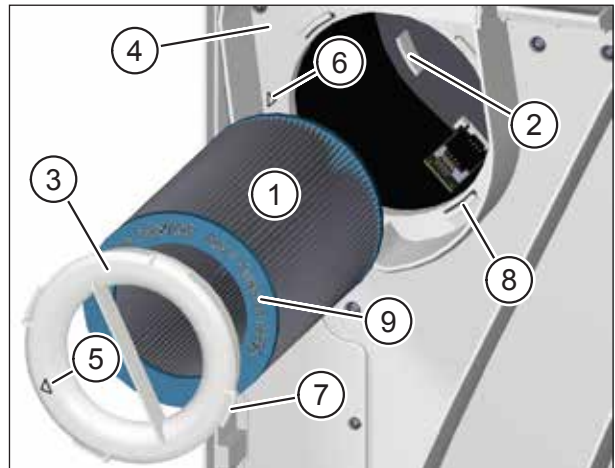

Abb. 17: Neuen Abluftfilter einsetzen
- ▶ Führen Sie den neuen Abluftfilter (Pos. 1 in Abb. 17) vorsichtig in das Lüftungsgerät ein.
- ▶ Achten Sie darauf, dass der Luftfilter in die 3 Haltenasen (Pos. 2 in Abb. 17) an der Rückwand des Lüftungsgerätes gleitet.
- ▶ Setzen Sie den Filterring (Pos. 3 in Abb. 17) auf den Abluftfilter auf. Achten Sie darauf, dass der Filterring plan auf der Zwischenplatte (Pos. 4 in Abb. 17) aufliegt.
- ▶ Drehen Sie den Filterring im Uhrzeigersinn, bis der Pfeil auf dem Filterring (Pos. 5 in Abb. 17) mit dem Pfeil der Arretierposition (Pos. 6 in Abb. 17) fluchtet. Achten Sie darauf, dass die 4 Nasen (Pos. 7 in Abb. 17) am Filterring in den Halterungen (Pos. 8 in Abb. 17) an der Zwischenplatte einrasten.
- Als Abluftfilter darf nur M-WRG-II FS, Art.-Nr. 750000, verwendet werden. Art.-Nr. und Luftfilterklasse sind auf der Endscheibe des Luftfilters (Pos. 9 in Abb. 17) eingeprägt.